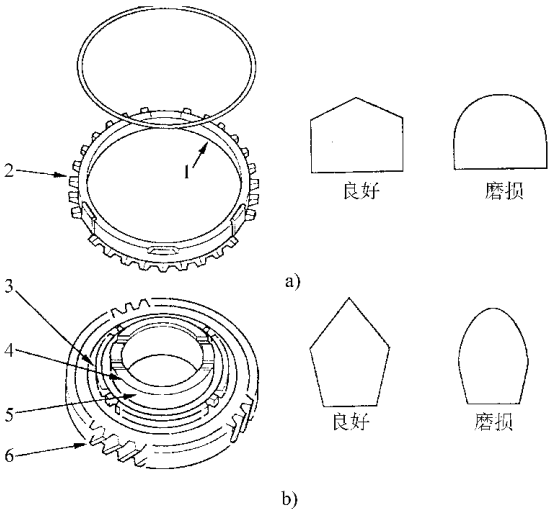

图 4-97 检查同步环磨损
1) 如图 4-97 所示，检查每一个同步环的内部是否磨损。同步环齿的良好与磨损形状实例，见图 4-97a 所示，同步齿套和轮齿的良好与磨损形状实例，见图 4-97b 所示。